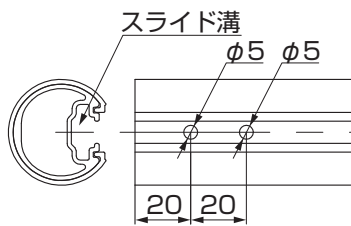

図1-2
- ② 図1-2を参照してφ38手すりビームに孔をあけてください。